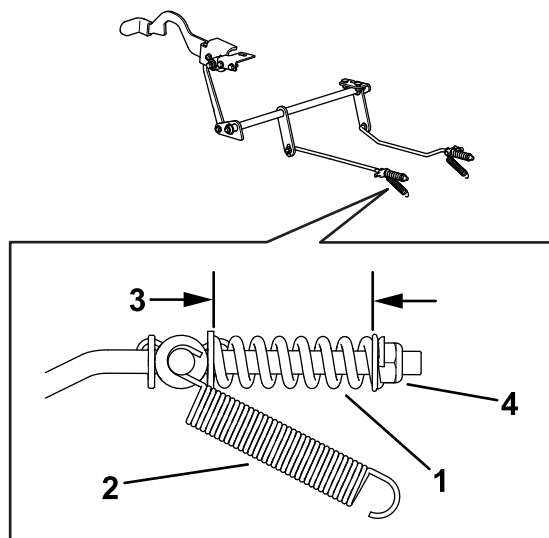

Figura 76
8. Compruebe la longitud de ambos muelles como se muestra en la Figura 76. Si es necesario ajustarlos, gire la tuerca de retención del muelle en sentido horario para acortar el muelle y en sentido antihorario para alargarlo. Repita el paso 6.